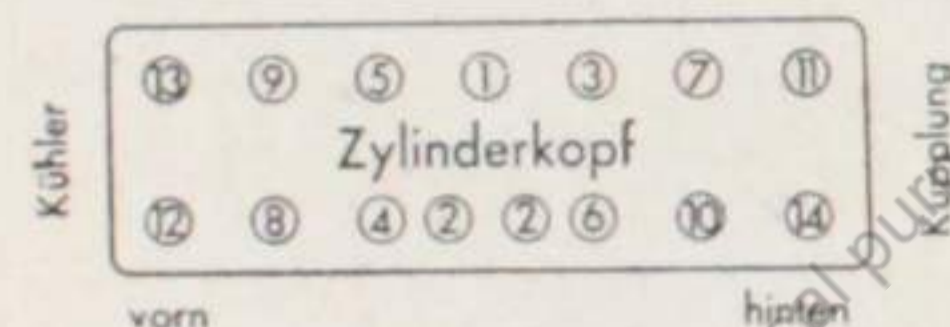

Bild 19
6. Zylinderkopfschrauben von der Mitte aus mit Drehmomentschlüssel anziehen (Text zu Bild 19 beachten!)
14. Motor ohne Last warm laufen lassen. Ventilspiel prüfen, wenn nötig, nachstellen. Zylinderkopfschraube mit Drehmoment-schlüssel nachziehen (Bild 19).